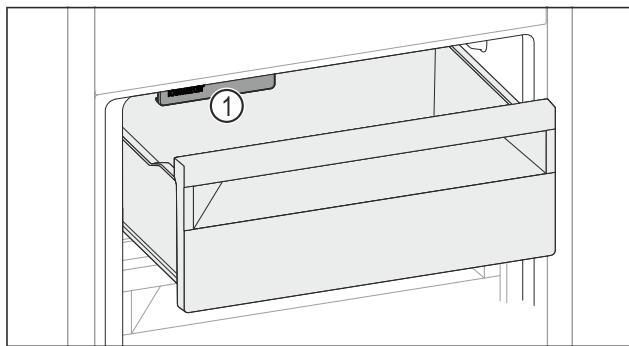

Fig. 133
- Внимавайте за IceMaker Fig. 133 (1).